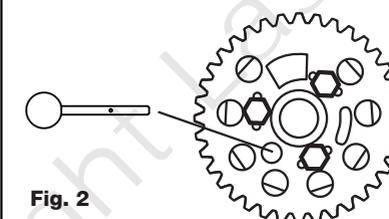

Fig. 2
**Remarque : N'utilisez PAS le composant C pour bloquer l'arbre à cames par rapport au couple de serrage ou de desserrage des boulons de poulie d'arbre à cames. Voir la fig. 2.**